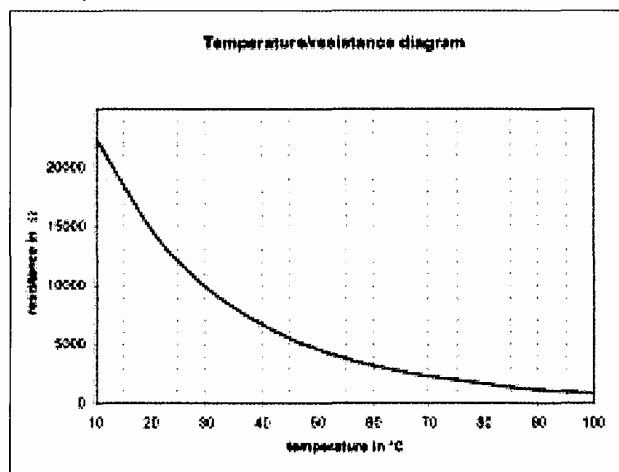

Fig.27 Gráfica de resistencia de la sonda
- revise la resistencia del electrodo de temperatura según la *fig.27* (humedad en las sondas)